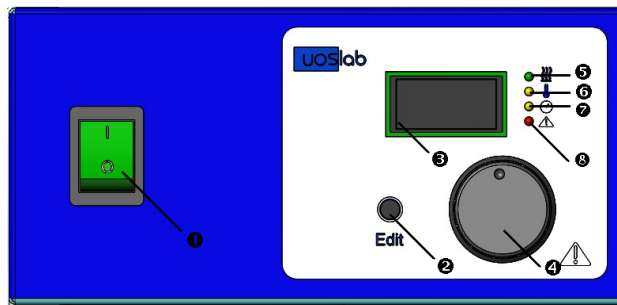

Рис. 1
5.1.1. Шафа оснащена електронним контролером, що містить цифровий дисплей, індикатор нагріву, кнопку переходу в режим редагування програми, регулятор з кнопкою (рис. 1):